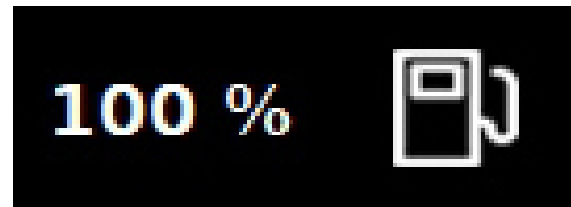

Fig 5.1
- Le niveau d'huile moteur à travers le bâton moteur (voir le manuel du fabricant du moteur joint) et le niveau de carburant à travers l'indicateur Fig. 5.1.